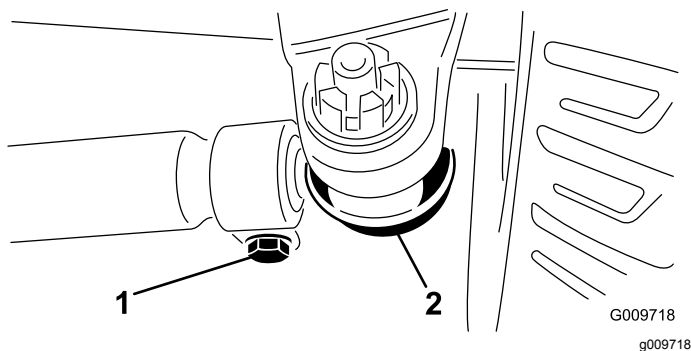

Рисунок 74
3. Для регулировки схождения снимите шплинт и гайку с любой шаровой опоры поперечной тяги (Рисунок 74).
5. Ослабьте зажимы на обоих концах поперечных тяг (Рисунок 74).